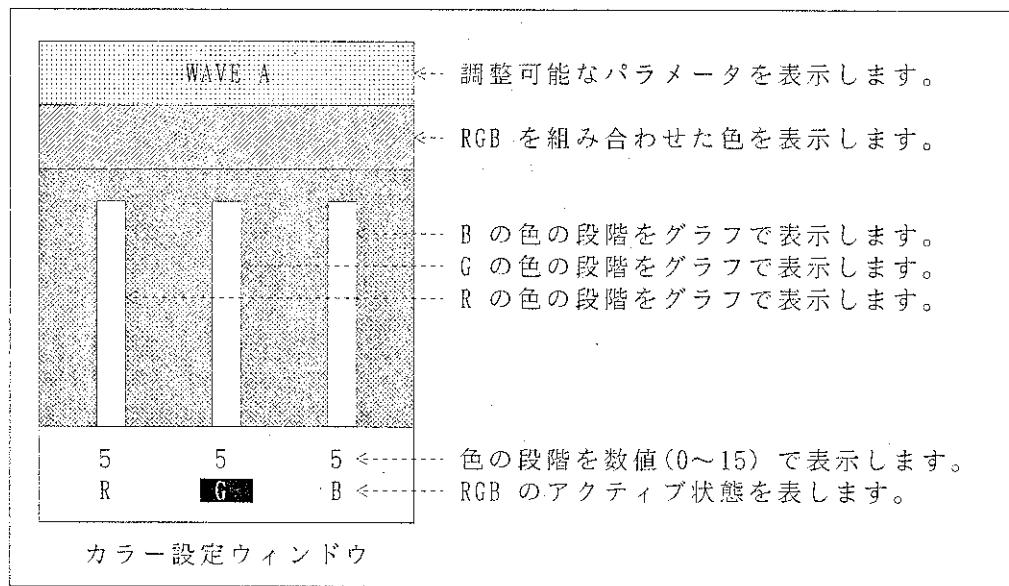

図 7-6 カラー設定ウィンドウ
- 3. ACTIVE RGB** … [図7-6] に示すカラー調節ウィンドウのRGB を切り換えていきます。
RGB の切り換えはこのキーで行い、各RGB の強弱は [図7-6] に示すカラー調節ウィンドウの2段目の表示カラーを見ながら、